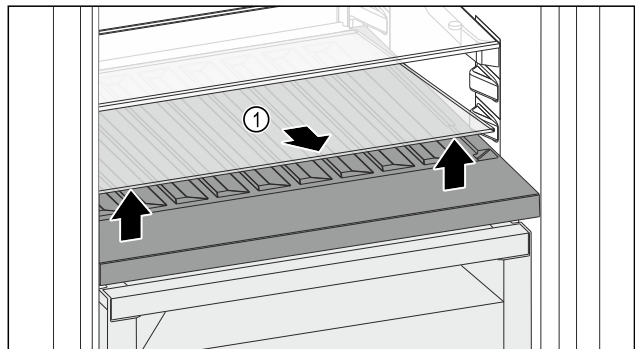

Fig. 127
- Soulever la plaque de verre Fig. 127 (1) au niveau de l'évidement avant et la retirer.
- Entreposer la plaque de verre Fig. 127 (1) dans un endroit sûr hors de l'appareil.
- Insérer la plaque de verre (2) sous le compartiment à bouteilles amovible.